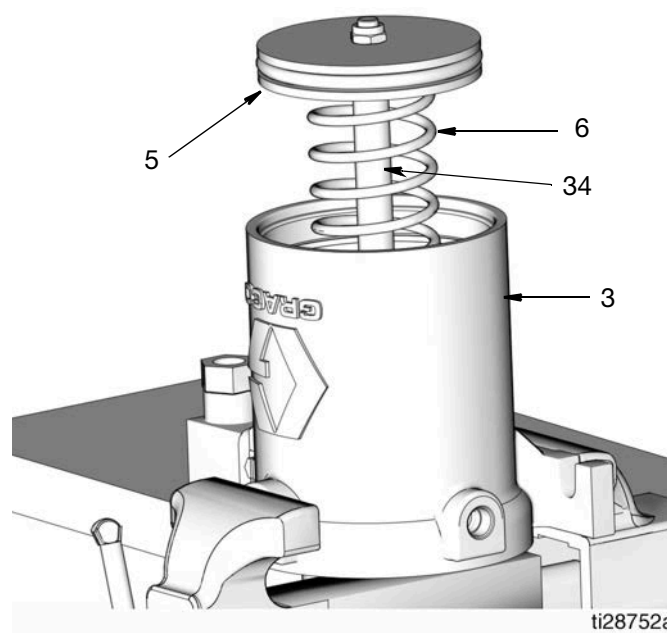

FIG. 21
NOTA: È presente una molla (6)(FIG. 21) all'interno del cilindro del motore pneumatico (3) sotto il pistone (5). Tenere la mano sul coperchio (1) per opporre resistenza e tenerlo giù mentre si allentano le relative viti (1a) (FIG. 21).
20. O-ring dell'asta del pistone (36) e guarnizione del pistone (4)
- Rimuovere l'asta del pistone (34), il pistone (5) e la molla (6) dal cilindro del motore pneumatico (3) (FIG. 21).